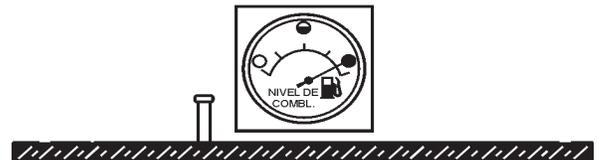

Figura 34. Llenado del Tanque de Combustible
3. **Nunca sobre llene el tanque** – Es importante leer el medidor del combustible cuando llene el tanque del remolque. **NO** espere que el medidor llegue hasta la boca de llenado (Figura 34).